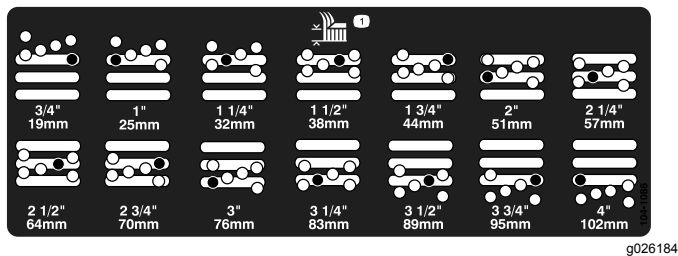

**Figura 16**
2. Allentate il bullone che fissa ogni staffa dell'altezza di taglio alla relativa piastra (lati anteriore e laterali), come illustrato nella Figura 16.
4. Supportate l'alloggiamento e togliete il distanziale (Figura 16).